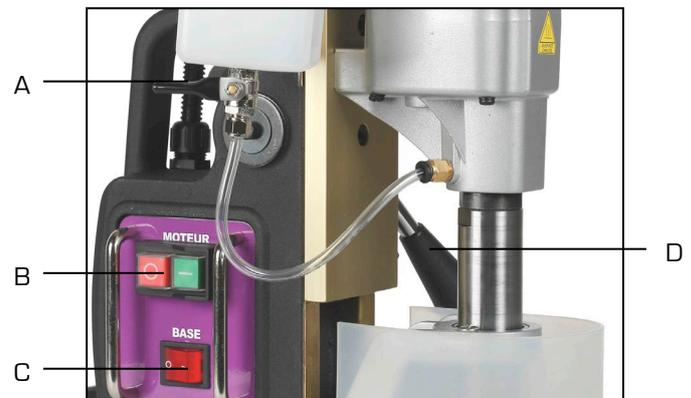

Figure 2
5. Appuyer sur l'interrupteur base magnétique position « I » (C fig.2) pour mettre en fonction la base magnétique.
7. Appuyer sur l'interrupteur moteur vert « I » (B fig.2) pour mettre en rotation la broche.
8. Ouvrir le robinet de liquide de coupe (A fig.2). S'assurer que la quantité de liquide de coupe qui coule est suffisante.
9. Approcher l'outil sur la pièce à usiner grâce aux bras de descente de broche (D fig.2) pour laisser faire son empreinte.
12. Fermer le robinet de liquide de coupe (A fig.2).
15. Appuyer sur l'interrupteur moteur rouge « O » (B fig.2) pour arrêter la rotation de la broche.
16. Une fois le travail terminé, détacher la chaîne de sécurité et désactiver avec précaution la base magnétique en appuyant sur l'interrupteur base magnétique position « O » (C fig.2).
8. Approcher l'outil sur la pièce à usiner grâce aux bras de descente de broche (D fig.2).
13. Appuyer sur l'interrupteur moteur rouge « O » (B fig.2) pour arrêter la rotation de la broche.
14. Une fois le travail terminé, détacher la chaîne de sécurité et désactiver avec précaution la base magnétique en appuyant sur l'interrupteur base magnétique position « O » (C fig.2).
1. Arrêter la machine en appuyant sur l'interrupteur moteur rouge « O » (B fig.2).
2. Débloquer l'outil en relevant la broche avec les bras de descente de broche (D fig.2).